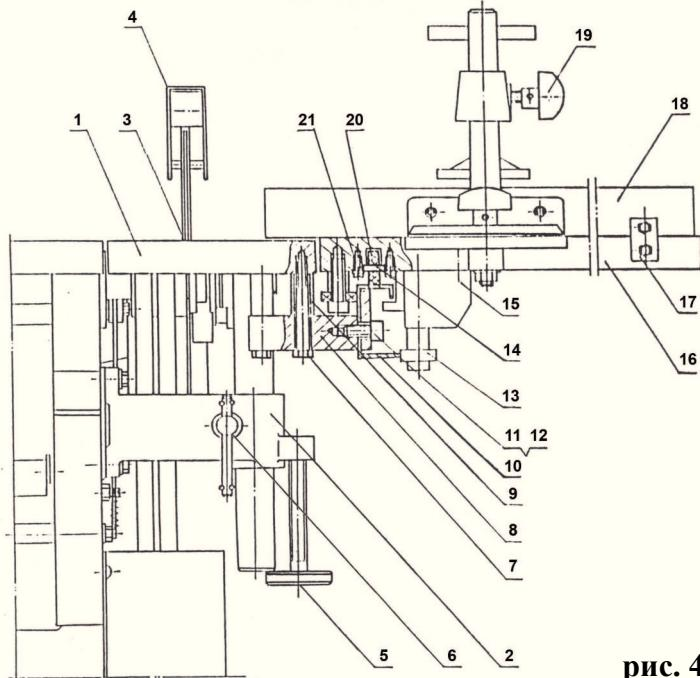

рис. 4
4.4 Общий вид стола для пиления и торцевания представлен на рис. 4
- Отвинтите два винта и снимите металлическую вставку расположенную на столе для пиления 1 (рис. 4);
- вращением винта регулировочного 6 (рис. 4) отрегулируйте высоту стола 1 (рис. 4), предварительно ослабив ручку 5 (рис. 4);
4.7 Справа от столов для строгания установлен стол 1 (рис. 4) для пиления. Высота стола пиления регулируется винтом регулировочным 6 (рис. 4), фиксируется ручкой 5 (рис. 4). Пильный диск 3 (рис. 4) закрывается сверху защитным кожухом 4 (рис. 4), имеющим в своём составе расклинивающий нож. Стол для пиления 1 (рис. 4) имеет вставку, крепящуюся двумя винтами. При установке на валу фрезы, вставка снимается.
- вращением винта регулировочного **6** (рис. 4) отрегулируйте высоту стола **1** (рис. 4), предварительно ослабив ручку **5** (рис. 4);